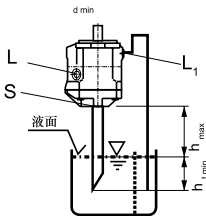

图2
- b) 如果油箱的最低液面低于泵的安装法兰面则“L1”以及可能“S”口的接管见图2。封闭“L”口，见1.2.1节。
油箱上的安装见图2。